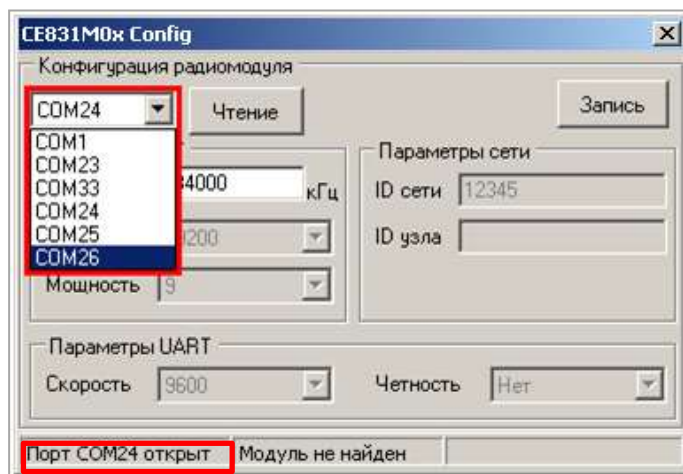

Рисунок 15 – Изменение номера используемого COM-порта
5.3.2.5.9 После выбора нового COM-порта необходимо дождаться сообщения в строке статуса (см. рисунок 15) о том, что открыт именно выбранный COM-порт (ожидание 1-3 сек.).